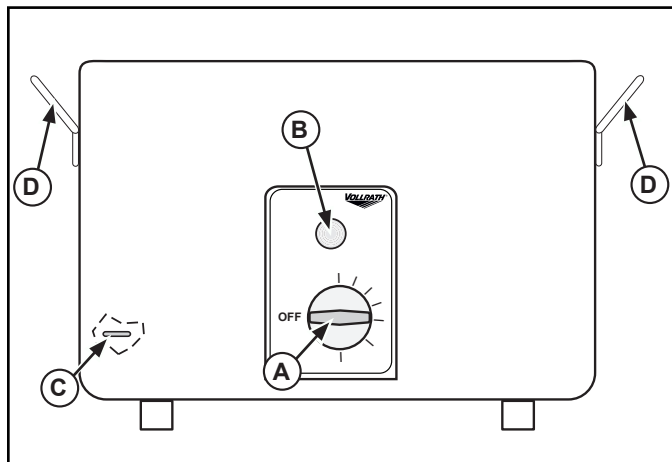

Figura 1. Caratteristiche e controlli
1. Riempiere il pozzetto fino al livello corretto dell'acqua (C) utilizzando acqua corrente pulita. Il livello corretto corrisponde a circa 1,2 litri. Non riempire eccessivamente. Vedere la figura 1.